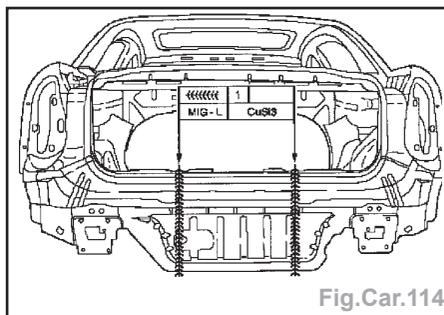

Fig.Car.114
- Souder au MIG la partie neuve près d'interface sur jointure (Fig.Car.114).